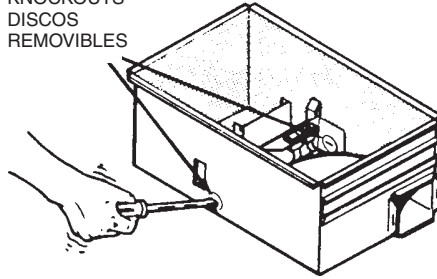

FIG. 3
4. Insert the adjustable mounting brackets into the bracket channels on the housing. (FIG. 3)
4. Meta los soportes de montaje ajustables en los canales para éstos en la caja. (FIG. 3)